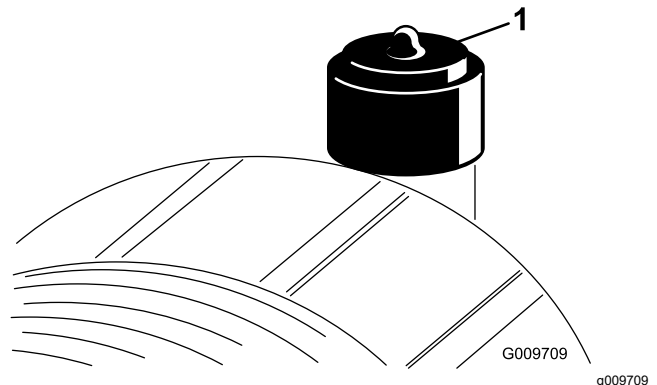

Figura 44
Revise el filtro del limpiador de aire únicamente cuando el indicador de mantenimiento (Figura 44) lo requiera. El cambiar el filtro antes de que sea necesario aumenta la posibilidad de que entre suciedad en el motor al retirar el filtro.
2. Reinicie el indicador (Figura 44) si se ve rojo.